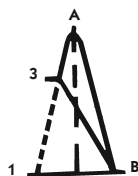

Рис. 746
2. **Ластовица.** Начертите треугольник (закругление у точки А), имеющий 2 стороны с длиной надреза ВА и 1 сторону длиной 6—8 см (между точками 1 и В на рис. 746).